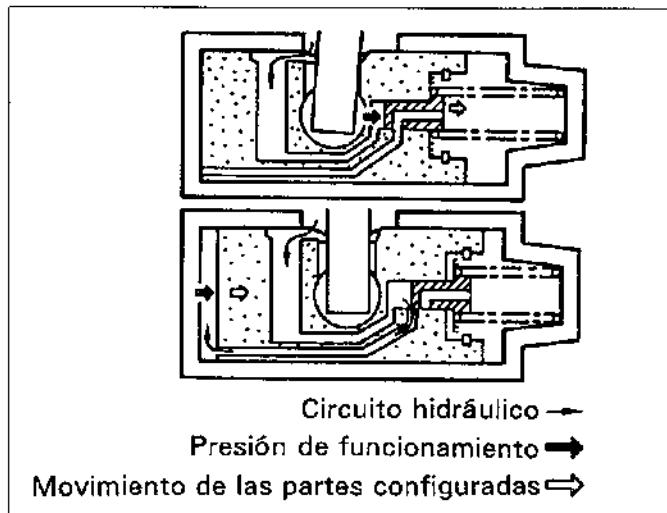

Figura 8-34 Cuando el tiempo de inyección avanza
1) Cuando el tiempo de inyección se avanza, la velocidad de la bomba aumenta, aumentando la presión dentro de la bomba. La servoválvula es presionada contra el resorte del variador, haciendo que se contraiga y se mueva hacia la derecha, abriendo el orificio de control. El combustible fluye entonces a través del pasaje a la cámara de presión alta y el pistón del variador se mueve hacia el lado derecho (el tiempo de inyección es avanzada). Cuando el pistón del variador se mueve hacia la derecha, haciendo que la servoválvula cierre el orificio de control, el combustible deja de fluir, el pistón del variador se detiene y el avance de inyección queda completo. (Vea la figura 8-34)